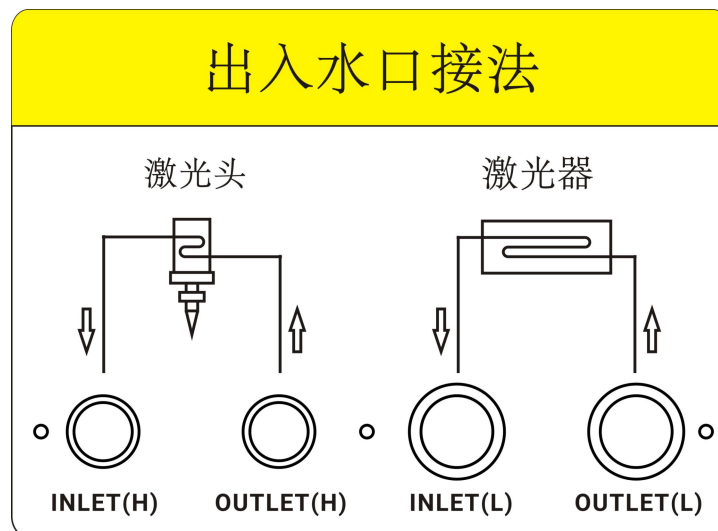

图 6 冷水机与激光器连接示意图
- (3) 管路连接：冷水机与激光器的连接方法，如图 6 所示，配管内径不能小于冷水机进出水口管径，如果配管内径小于要求需征求冷水机厂商同意。